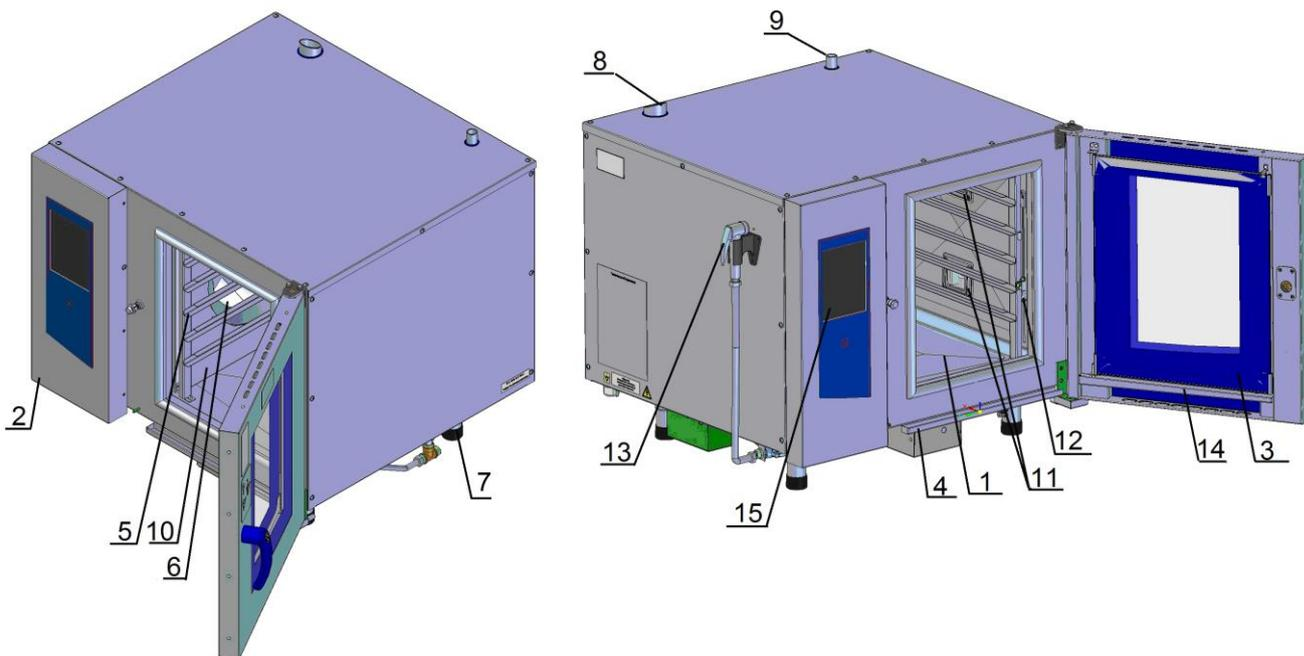

Рисунок 1. Общий вид пароконвектомата
Духовка (рис. 1 поз.1) установлена на основании, снаружи закрыта съемной облицовкой и дверью.
Перегородкой (рис. 1 поз. 10) духовка разделена на две зоны:
- вентилятор (рис. 1 поз. 6), обеспечивающий равномерное перемешивание воздуха в духовке при работе. Вентилятор установлен на боковой стенке духовки и приводится в движение с помощью электродвигателя. Управление электродвигателем осуществляет частотный преобразователь (далее по тексту – электропривод);
- левая и правая направляющие (рис. 1 поз. 5) - для установки гастроемкостей;
- щуп (рис. 1 поз. 12). Щуп предназначен для приготовления продукта по внутренней температуре продукта и имеет пять точек контроля. Для крепления щупа на правой направляющей предусмотрен специальный кронштейн;
- на правой стенке духовки размещены две лампы для освещения духовки (рис. 1 поз. 11).
Во время работы пароконвектомата конденсат со стекла двери (рис.1 поз. 3) по желобу (рис. 1 поз. 14) стекает в лоток (рис. 1 поз. 4). Далее стекает в канализацию.
Для связи духовки с атмосферой служит выходное отверстие коллектора (рис. 1 поз.9).
Для дополнительной принудительной вентиляции духовки служит заслонка (рис. 1 поз. 8). Заслонка открыта на режимах «Конвекция» и «Охлаждение».
На панели управления (Рис. 1 поз. 2) размещены:
- жидкокристаллический экран (Рис. 1 поз. 15) с сенсорным управлением (далее по тексту – экран). Экран предназначен для отображения информации параметров работы, управления работой пароконвектомата и ввода информации;